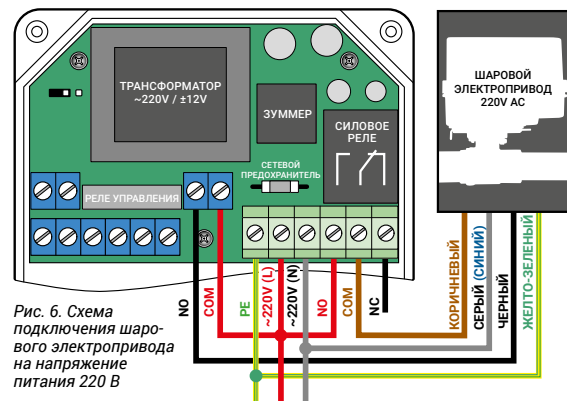

Рис. 6. Схема подключения шарового электропривода на напряжение питания 220 В
6.4. Рис. 6. Схема подключения к блоку управления шаровых электроприводов с напряжением питания 220 В.